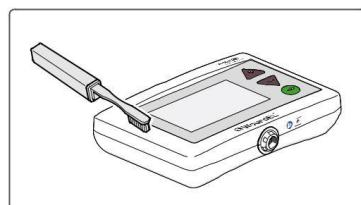

Figure 34. Détachez la saleté visible avec un outil approprié
2. Détachez avec précaution la saleté visible du dispositif WoundEL® et/ou des ports de connexion à l'aide d'un outil approprié (par exemple une brosse douce), *voir Figure 34.*